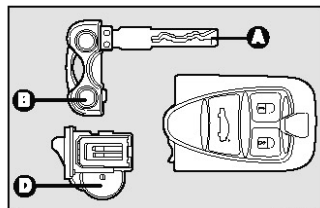

рис. 9
Чтобы заменить элемент питания **рис. 9** необходимо:
- извлеките элемент питания **Д-рис.9** из гнезда элемента питания, запомнив полярность (в изображенном положении положительный полюс должен быть, обращен к низу);